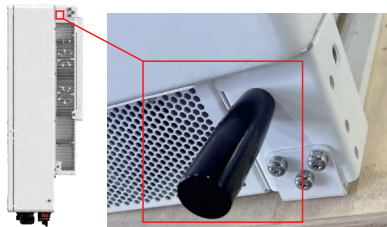

Figura 3.4
4. Există două balustrade negre de montare pe dispozitiv. Acestea sunt detașabile și comode pentru instalare (a se vedea figura 3.4).
5. Poziția balustradelor este marcată cu roșu în figura 3.4.